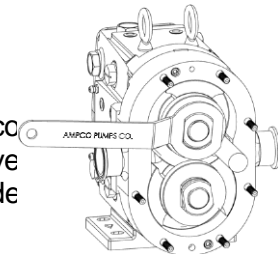

Figura 25: Retirar contratuercas del rotor
3) Retire las contratuercas del rotor con la llave proporcionada por Ampco (Figura 25). Quítelas de una en una, golpeando la llave con un mazo suave para aflojarlas y luego girando a la izquierda. Las tuercas están hechas de una aleación no desgastable para evitar que se bloqueen en el eje.